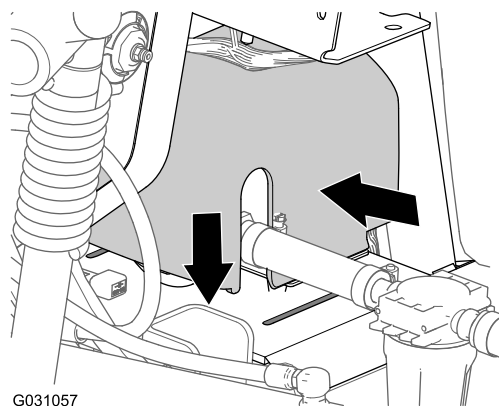

Рисунок 182
2. Совместите крышку промывочного насоса с посадочной плитой промывочного насоса (Рисунок 182).
3. Сожмите крышку промывочного насоса с двух сторон и совместите выступы крышки с посадочной плитой (Рисунок 182).
4. Вставьте выступы в пазы и отпустите обе стороны крышки (Рисунок 182).